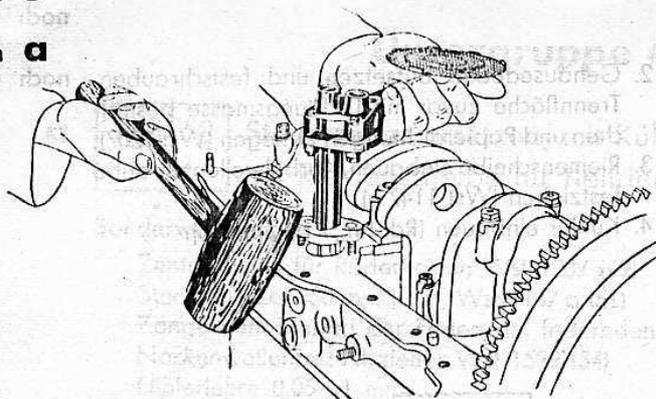

Bild 48
3. Muttern lösen, Ölpumpe abnehmen (Bild 48), vorsichtig mit Holzhammer herausschlagen.